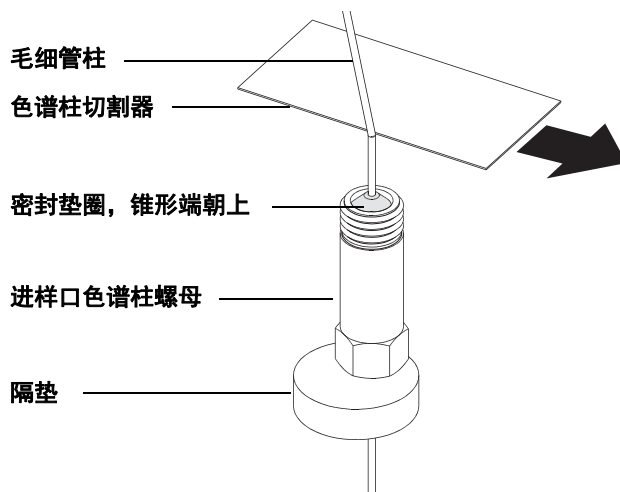

图 3 准备安装毛细管柱
- 2 佩戴干净的手套，按下色谱柱，让其通过隔垫（需要一定的压力）。然后将色谱柱螺母和已老化的密封垫圈滑入色谱柱的自由端。（请参阅图 3。）垫圈的锥形端必须朝向远离色谱柱螺母的一端。